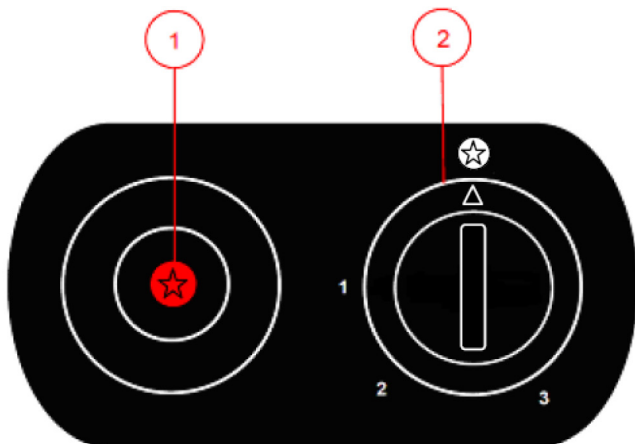

Рис. 2
2. Установите ручку регулятора клапана в положение пьезорозжига (рис. 2).
3. Нажмите и удерживайте ручку регулятора клапана в положении пьезорозжига. (рис. 2).